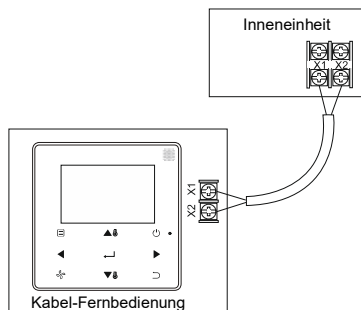

Abb. 8
3. Zur Steuerung der DC-Inneneinheit der 2. Generation wird die Kabel-Fernbedienung über die Klemmen X1 und X2 an die Klemmen X1 und X2 der Inneneinheit angeschlossen. Bei den Klemmen X1 und X2 muss nicht die Polarität beachtet werden. Siehe Abb. 8.